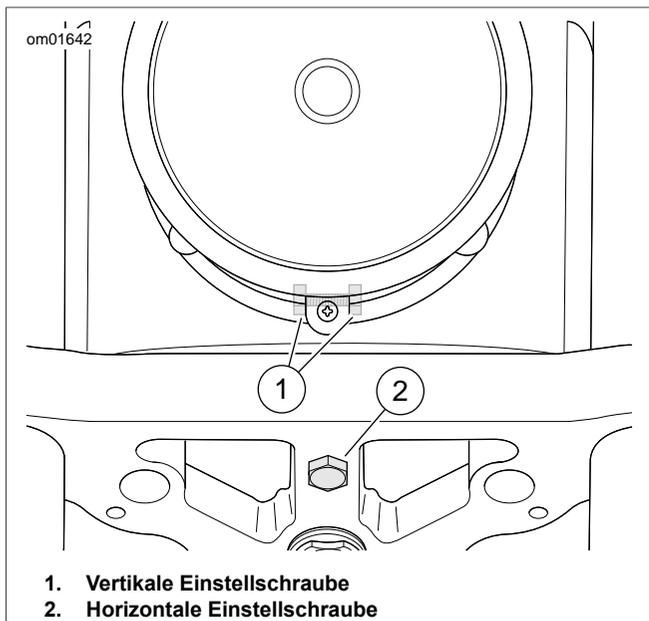

Abbildung 40. Scheinwerfereinstellung
1. Siehe Abbildung 40. Die horizontale Einstellschraube (2) lockern. Den Scheinwerfer nach rechts bzw. links neigen, bis der Lichtstrahl gerade nach vorne zeigt.